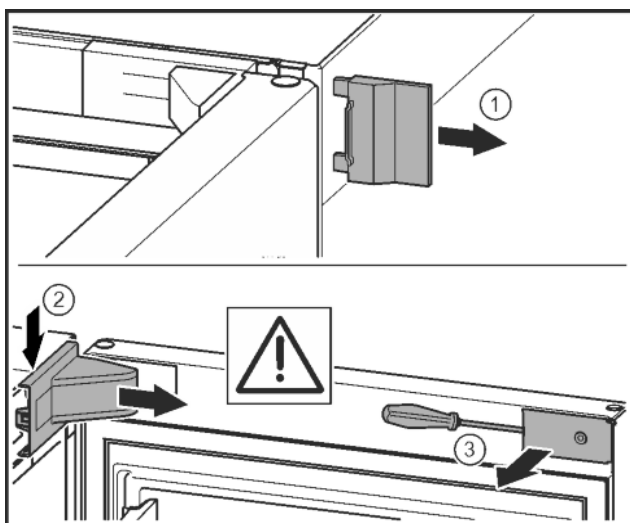

Fig. 11\*
- ▶ Снять внешнюю крышку.\* Fig. 11 (1)
- ▶ При помощи отвертки освободить крышку опорного кронштейна и отсоединить. Снять крышку опорного кронштейна.\* Fig. 11 (2)
- ▶ Шлицевой отверткой вывести накладку из зацепления и отвести в сторону.\* Fig. 11 (3)